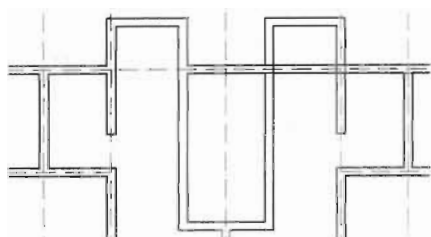

图 5-152
(10) 执行“绘图>多线”菜单命令，沿上一步复制出的辅助线绘制墙体线，如图 5-152 所示。